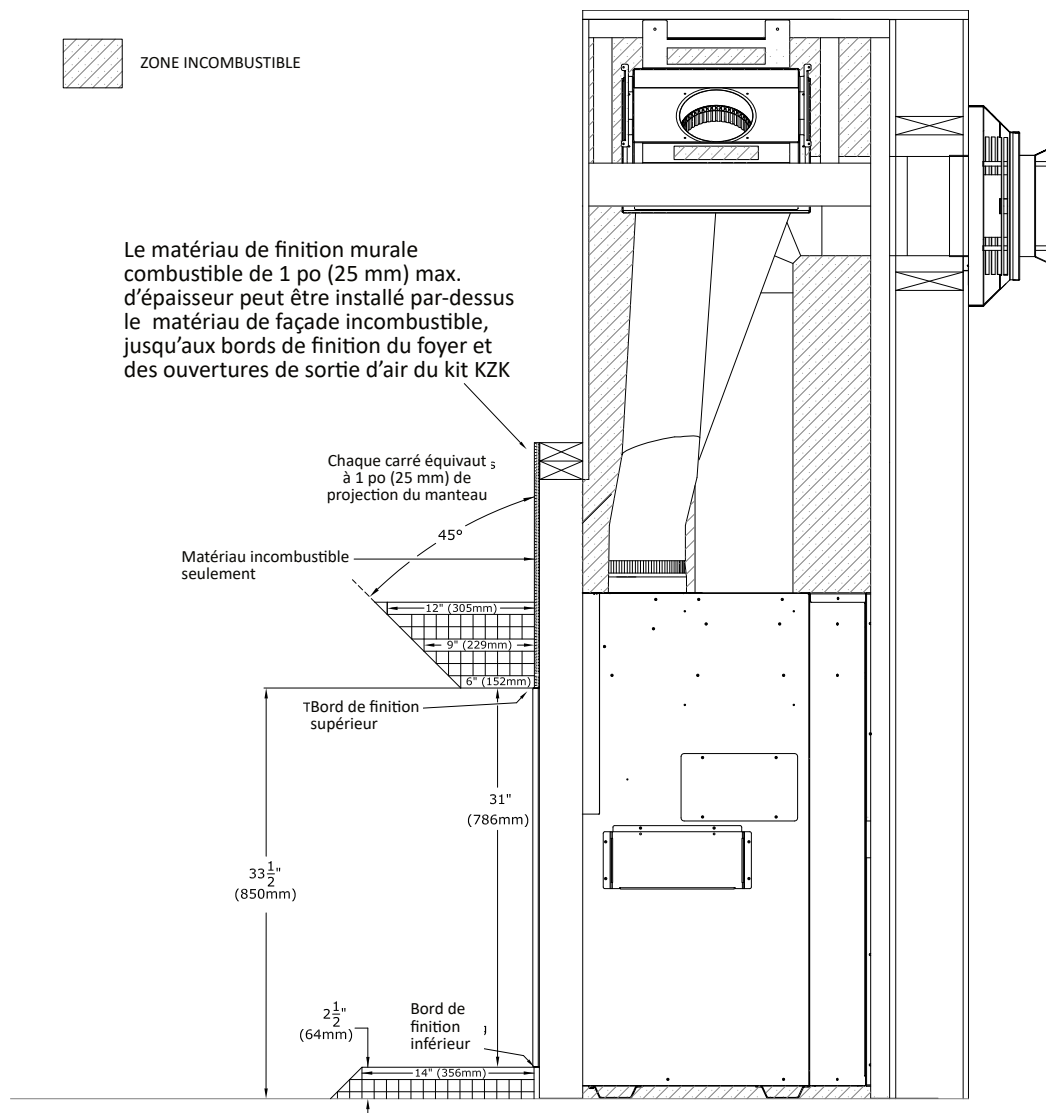

Figure 3.12 - Dégagements du manteau et de l'extension d'âtre du BHM-52
- Projections du manteau combustible (sans contour): Comme la Figure 3.12 le montre, un manteau ayant 6 po (152 mm) de projection peut affleurer au bord de finition supérieur du foyer. La projection du manteau peut augmenter de 1 po (25 mm) de profondeur pour chaque 1 po (25mm) de hauteur additionnelle, à partir d'un manteau de 6 po (152 mm).